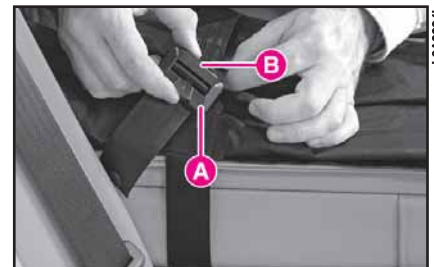

fig. 211
2) Réduire la tension de la courroie, en la faisant défiler dans la boucle **A** (fig. 211) en appuyant simultanément sur le bouton **B**.